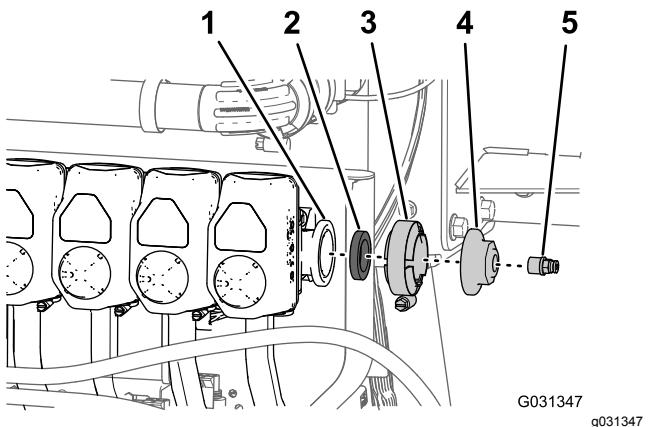

Bild 183
1. Nehmen Sie die Schlauchkupplung vom Deckel am Flansch am rechten Ende des Düsenventils 10 ab (Bild 183).
2. Nehmen Sie die Flanschklemme, die Dichtung und den Enddeckel vom Düsenventil 10 ab (Bild 183).